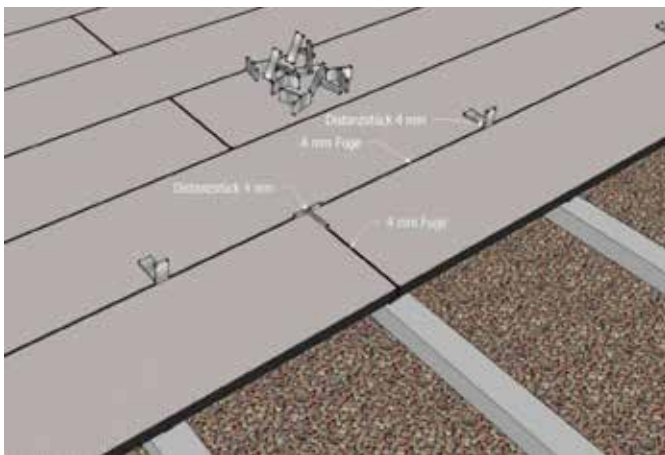

Abb. 3: Aluminium T-Stücke, 4 mm stark
- Durch den Einsatz der Distanzstücke erhält man einen gleichmäßigen Fugenabstand von 4 mm (s. Abb. 3)